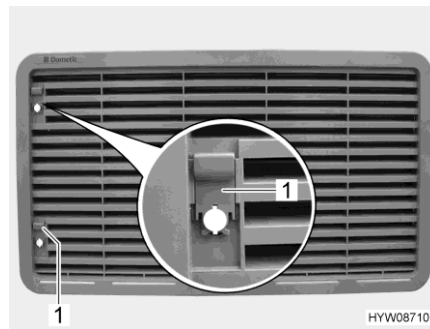

Bild 132 Kühlschrank-Lüftungsgitter
- Schieber (Bild 132,1) nach oben schieben.